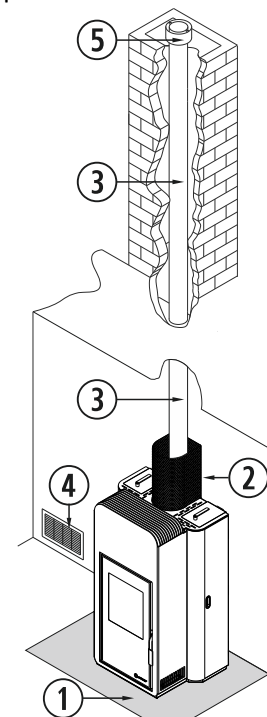

Figura 8
- Ao instalar a saída de gases sobre uma chaminé de obra, recomenda-se empregar tubagem metálica através desta, para evitar fissuras, rugosidades, variações de secção, etc. Numa chaminé já existente, esta deverá ser completamente limpa antes de realizar a instalação. O tubo deve ultrapassar a altura da chaminé de obra e sobressair uns centímetros na parte superior. No topo da chaminé, deve ser colocada uma placa de estanqueidade e um cobre-águas, como é mostrado na *figura 8*. Em alguns casos, a geometria da chaminé de obra existente, impossibilita a utilização de tubagem rígida, nestes casos excepcionais a normativa permite a utilização de canais flexíveis, que são de superfície lisa para evitar as perdas de pressão por roçamento e evitando mudar de direcção em ângulos superiores a 45°.
①	Chão incombustível.
②	Protetor de tubo.
③	Tubagem de dupla parede
④	Entrada de ar.
⑤	Chapéu anti - vento.